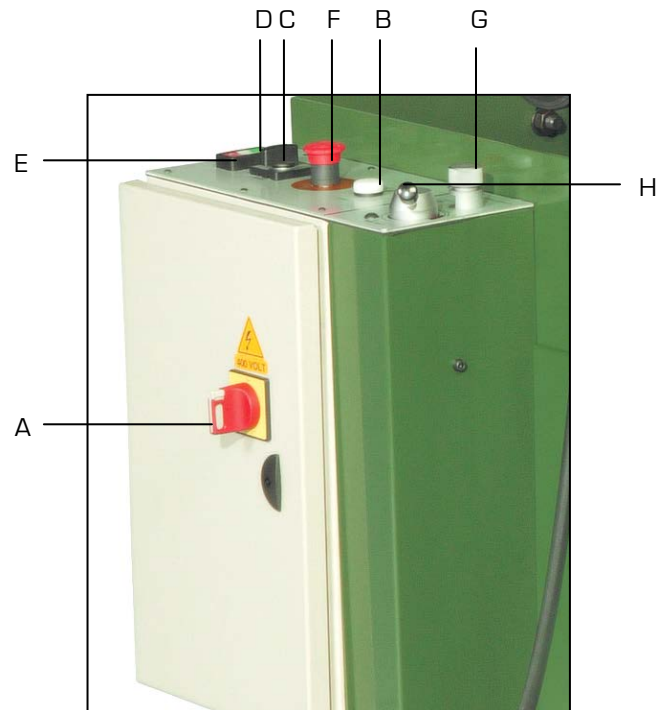

Figure 3
1. Mettre le sectionneur général (A fig.3) sur « ON », le voyant blanc (B fig.3) signalera la mise sous tension de la scie à ruban.
3. Déverrouiller l'arrêt coup de poing à accrochage (F fig.3).
5. Régler l'avance (vitesse de descente) (G fig.3). Il est conseillé lors des premières coupes de descendre progressivement afin de ne pas solliciter le ruban.
6. Réguler la pression de coupe (H fig.3).
7. Appuyer sur le bouton de mise en marche vert « I » (D fig.3), ce qui entraîne la fermeture automatique de l'étau, la rotation du ruban et la descente de l'archet.